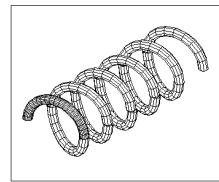

图 13-18
(17) 擦去多余线条。单击  按钮或者在命令行直接输入 erase, 删去多余的线条, 结果如图 13-18 所示。